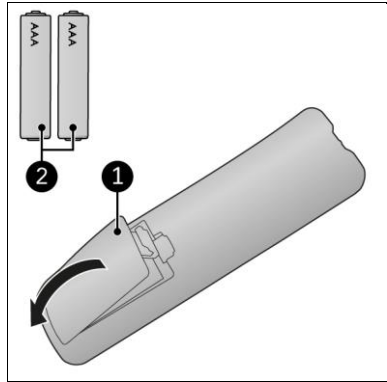

Abbildung 16
1. Entfernen Sie die Abdeckung (Abbildung 16, Pos. 1).
3. Legen Sie zwei Batterien (AAA 1,5 V) (Abbildung 16, Pos. 2) wie im Batteriefach angegeben ein. Stellen Sie sicher, dass die Batterien richtig eingelegt sind.